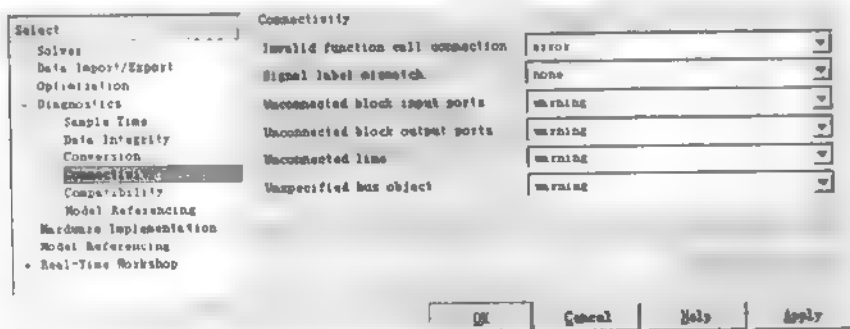

图 3.11 设置 Connectivity 参数
5) **Connectivity**: 这个选项组可以设置相应的诊断, 以便在模型编译过程中 Simulink 检测到模块的连接问题时采取相应的措施, 如图 3.11 所示。